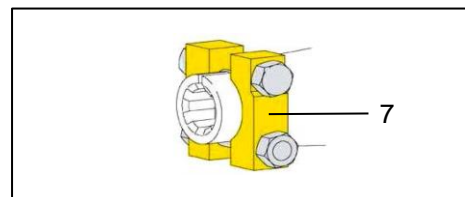

Bild 56: Klemmbrücken- Verschluss
- Klemmkonus (Bild 56 / Pos.5) herausdrehen. Gelenkwelle soweit aufschieben bis die Bohrung der Aufsteckgabel bzw. Kupplung über der Ringnut steht.
- Klemmkonus (Bild 56 / Pos.5) herausdrehen. Falls dies von Hand nicht möglich ist, kann der Klemmkonus auch von der Gegenseite herausgeschlagen werden (Bild 56).